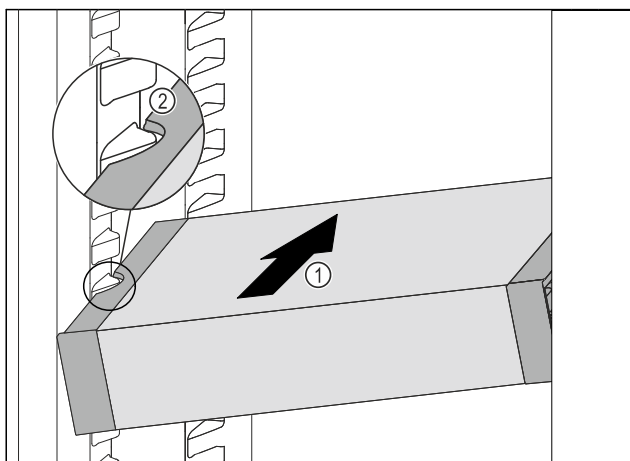

Fig. 167
- VarioSafe wsunąć ukośnie do chłodziarki Fig. 167 (1), aż boczne wycięcia Fig. 167 (2) VarioSafe będą się znajdować na wysokości żeber pojemnika w chłodziarce.